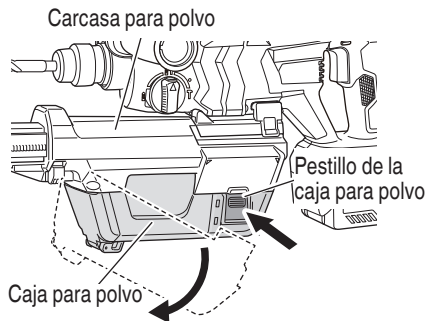

Fig. 19
- (1) Desmonte la caja para polvo (Fig. 19).